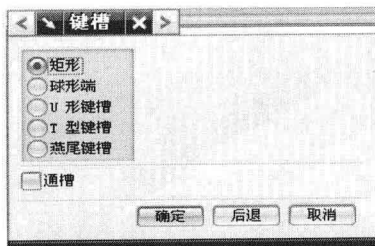

图 1-23 “键槽”对话框
(2) 单击  图标, 系统弹出“键槽”对话框, 如图 1-23 所示。利用该对话框建立键槽。
① 在图 1-23 所示的对话框中单击“矩形”单选按钮并单击“确定”按钮。